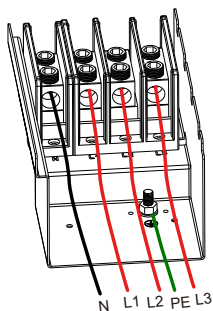
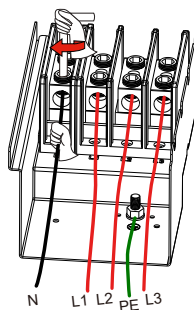

Рис. 5.9 Підключення дротів змінного струму до клем
Рис. 5.10 Затягніть гвинти на клемах
2) Проведіть кабель через розподільну коробку, водонепроникну оболонку і вставте в клему (на малюнку Рис. 5.9 показано режим підключення трьох фазних ліній, підключених до розподільної коробки, провід заземлення прикручений до корпусу інвертора), і за допомогою шестигранної викрутки притисніть джгут проводів до з'єднувальної клеми, як показано на малюнку Рис. 5.10.